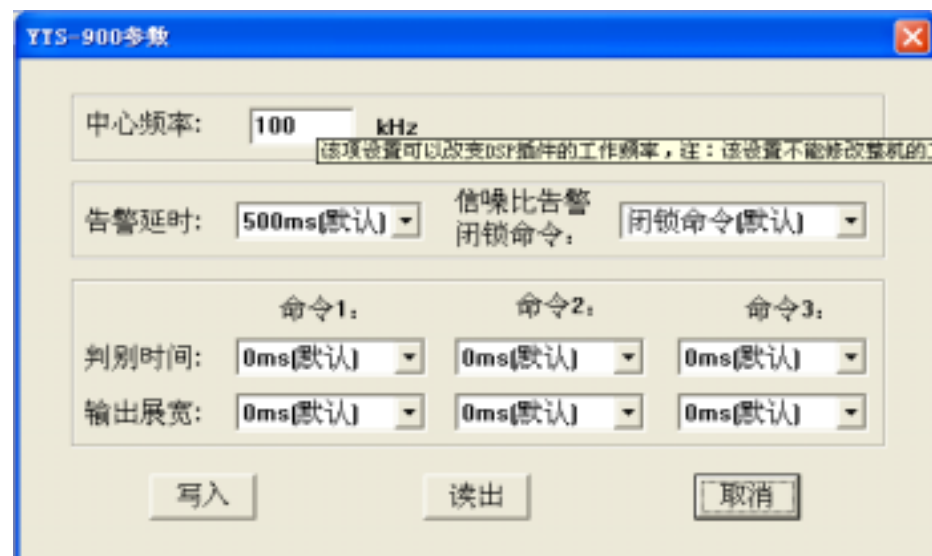

图 38
1) 在“中心频率”显示框内输入数字来修改工作频率（装置出厂后，中心频率不可修改，现场可以读出检查）。如图 38